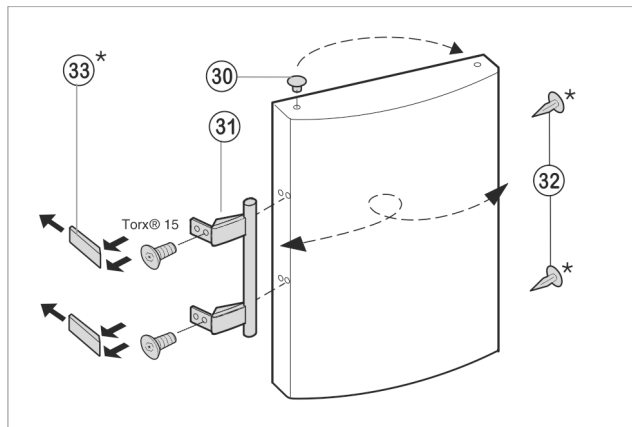

Fig. 10
- ▶ Iš durų įvorių išimkite kaiščius Fig. 10 (30) ir perkeltkite juos į priešingą pusę.
- ▶ Išmontuokite durų rankeną Fig. 10 (31), kaiščius Fig. 10 (32) ir atramines plokšteles Fig. 10 (33) bei perkeltkite į priešingą pusę.